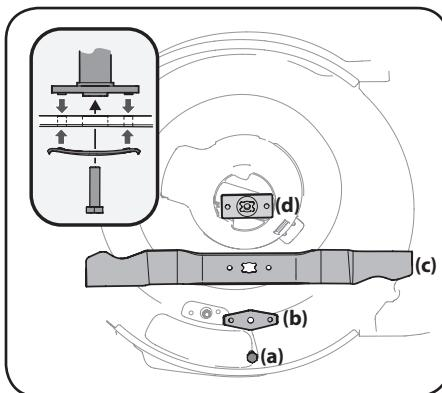

Figure 4-6
- Enlevez le boulon (a) et le support de la lame (b) qui maintiennent la lame et l'adaptateur sur le vilebrequin. Voir la Figure 4-6.
- Lubrifiez le vilebrequin et la surface intérieure de l'adaptateur de la lame avec une huile légère. Glissez l'adaptateur de la lame sur le vilebrequin et positionnez la lame sur l'adaptateur de façon que le côté « Bottom » (ou le numéro de pièce) se trouve sur le dessous (vers le sol) pendant le fonctionnement. Assurez-vous que la lame est bien alignée et qu'elle repose sur les paliers de l'adaptateur. Voir le détail de la Figure 4-6.